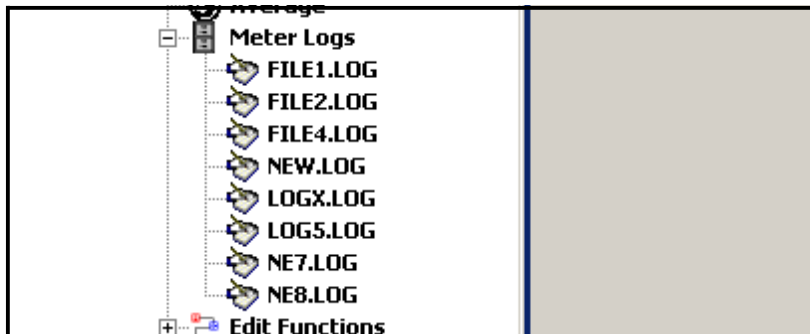

Figura 19: Opzione Registri contatori ampliati
1. Dal *Browser Nuovo contatore* di PanaView, espandere la struttura di rete e fare clic sull'opzione *Registri contatore*. Se sono stati creati uno o più registri, la struttura apparirà simile alla Figura 19.